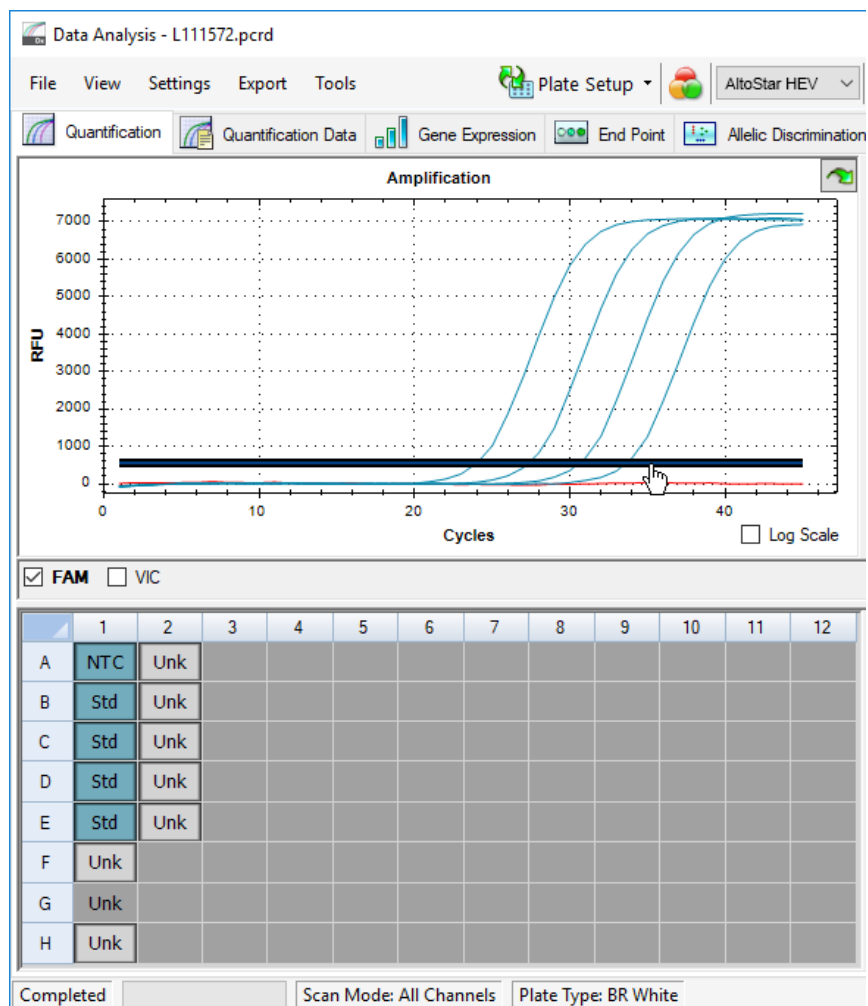

Figura 10: Finestra Data Analysis (Analisi dei dati): impostazione della soglia FAM™
5. Sul lato sinistro della finestra Data Analysis (Analisi dei dati) togliere il segno di spunta dalla casella di controllo **VIC** e spuntare solo la casella di controllo **FAM** per il canale di rilevamento del target HEV (vedere figura 10).
- Selezionare solo i pozzetti contenenti NTC e QS nella vista piastra della finestra Data Analysis (Analisi dei dati) (vedere figura 10).
- Trascinare la soglia pozzetto sopra al segnale dell'NTC nell'area esponenziale dei segnali QS (vedere figura 10).